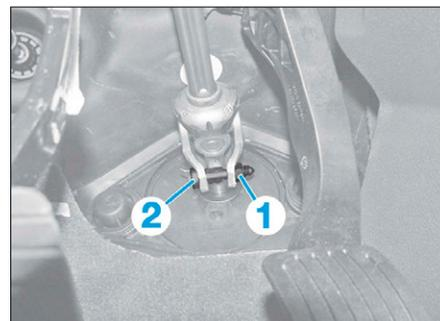

FIG. 19
- l'écrou (1) puis la vis (2) de liaison colonne boîtier de direction (Fig.19),